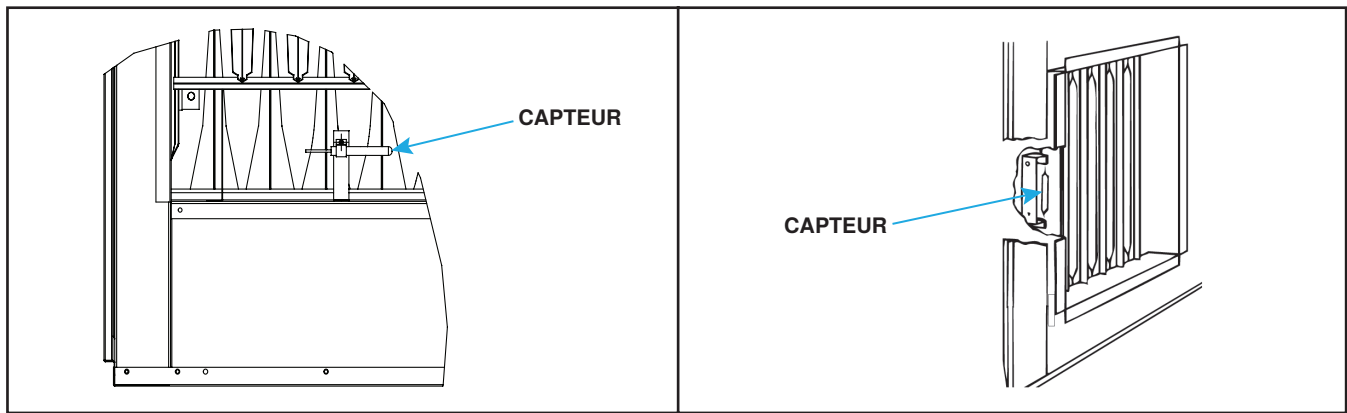

Figure 19. Lieux d'expédition du capteur capillaire
Selon l'option de contrôle des gaz, le capteur de température de l'air de refoulement est installé à l'usine ou sur le site. Les capteurs sur le site ont l'une des deux configurations suivantes : un ensemble capteur et tube de mélange ou un ensemble support de capteur et boîte de jonction. Pour les unités avec option de support de capteur et de boîte de jonction, le capteur est normalement installé sur un support dans la décharge du four pour l'expédition, mais il peut être monté dans le pied de l'armoire (voir Figure 19).
- (1) Avant de raccorder les conduits à la fournaise, retirez le capteur capillaire de sa position d'expédition sur la fournaise (voir Figure 19).